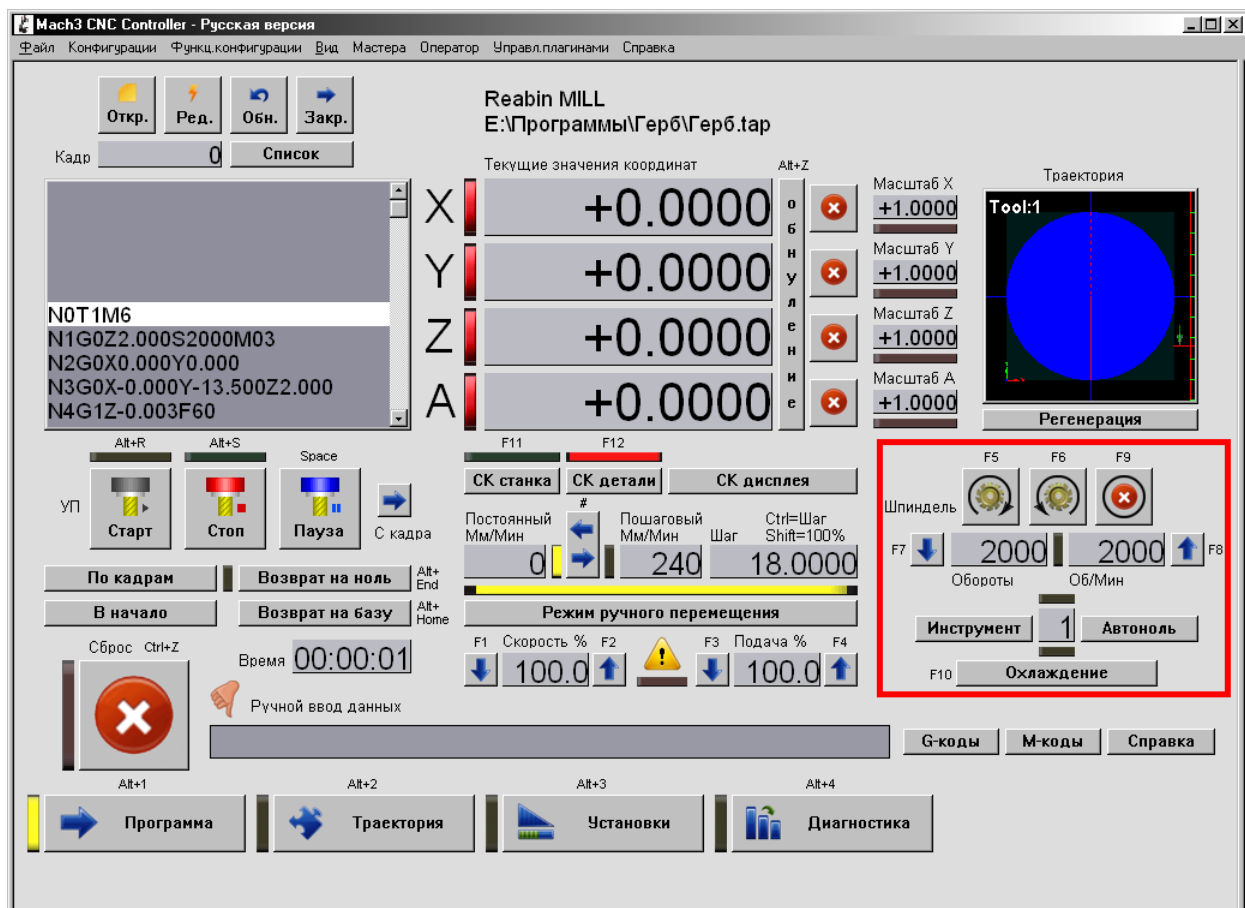

Рис. 22. Блок управления шпинделем и инструментом.
3.1.12 В правой нижней части окна находится блок управления шпинделем и инструментом (**Рис. 22**).